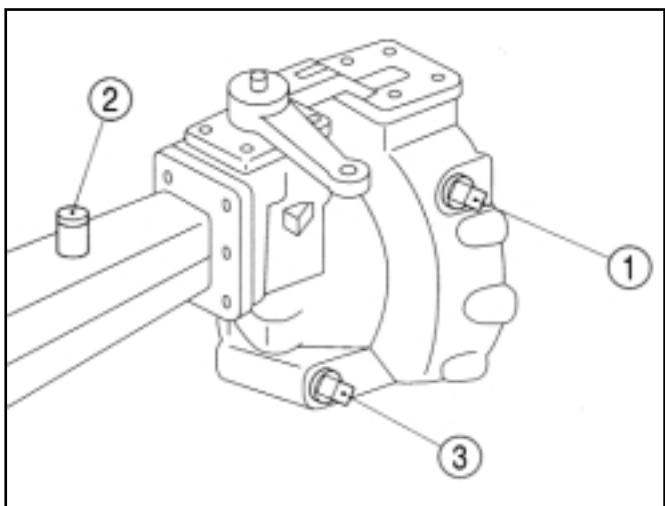

FIG. 106 / ABB. 106 / FIG. 106
Placez le tracteur sur un sol plat et dévissez le bouchon (1) dans la Fig. 106. Le niveau doit être au niveau de l'ouverture ou juste en-dessous. Dévissez le bouchon de remplissage (2) et ajoutez de l'huile jusqu'au niveau. Remontez les bouchons.
Enlevez les bouchons de vidange (3) dans la Fig. 106 des 2 réducteurs. Quand toute l'huile est vidangée, remontez les 2 bouchons de vidange (3) et ajoutez de l'huile par l'ouverture du bouchon de remplissage (2) jusqu'à ce qu'elle atteigne l' ouverture du bouchon de niveau (1). Remontez ces 2 bouchons.
Den Traktor auf ebenem Untergrund abstellen und den Ölstandkontrollstopfen (1) in Abb. 106 herauschrauben. Das Öl sollte bis knapp an den Rand der Öffnung reichen. Falls erforderlich, den Einfüllstopfen (2) herausdrehen und Öl nachfüllen. Kontrollstopfen und Füllstopfen wieder anbringen.
Die Ablaßstopfen (3) in Abb. 106 an beiden Achsenden herausschrauben. Nach dem vollständigen Ablauen des Öls die Ablaßstopfen (3) wieder hineindrehen und Öl durch die Füllstopfenöffnung (2) einfüllen, bis es an den Rand der Öffnung des Kontrollstopfens (1) reicht. Kontrollstopfen und Füllstopfen wieder anbringen.
Parkeer de tractor op een vlakke ondergrond en verwijder dan de oliepeildop (1) in Fig.106. De olie moet gelijk staan met de opening van de oliepeildop (of een beetje eronder). Verwijder de vuldop (2) en voeg olie toe totdat de olie gelijk staat met de opening van de peildop. Zet de oliepeil- en vuldoppen weer vast.
Schroef de aftapdop (3) in Fig.106 los van beide eindreducties. Wanneer alle olie afgetapt is, schroeft u de aftapdoppen (3) weer vast en giet u de olie in de vuldop (2) totdat de olie gelijk staat met de opening van de peildop (1). Zet de oliepeil- en vuldoppen weer vast.